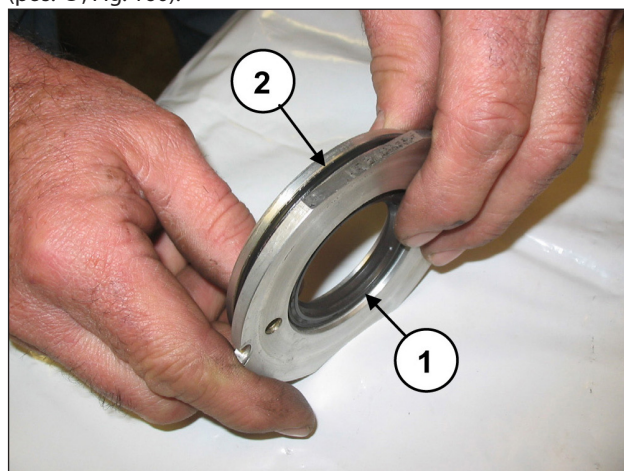

Fig. 160
Sustituir el retén (pos. ①, Fig. 160) y la junta tórica externa (pos. ②, Fig. 160).